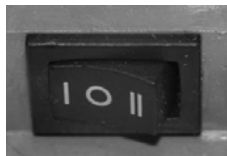

Рис. 7
• **И** – «Ручной» (Рис. 7). Насос принудительно работает независимо от датчика протока.